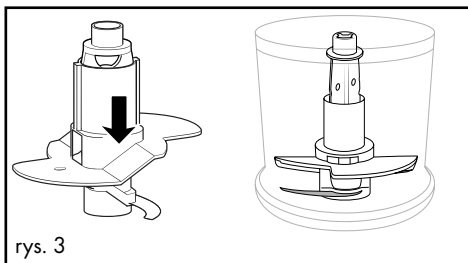

rys. 1
- Na 100 ml śmietany należy ją założyć na uchwyt noża **6** tak, aby nasadka mieszająca **11** przylegała do obu noży **8** i się na nich zablokowała (rys. 1):